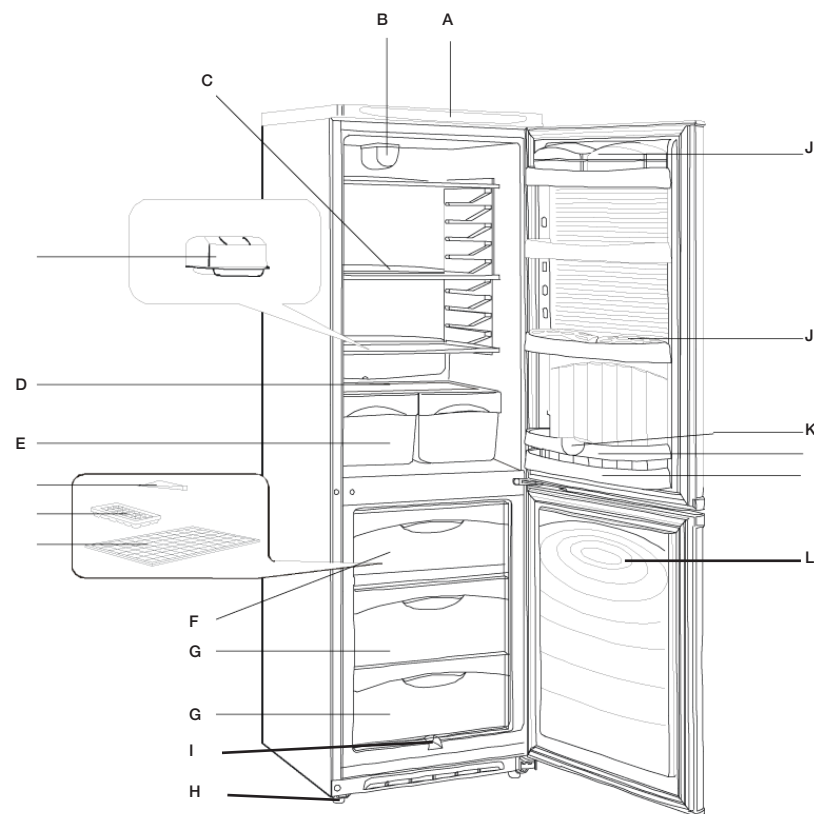
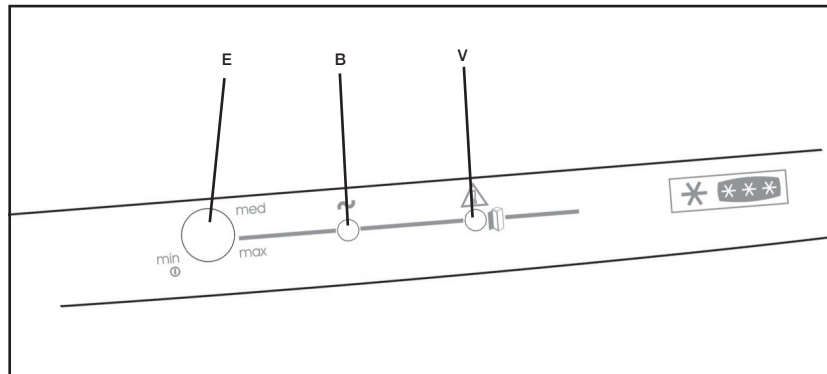

fig. 1
fig. 2
- Voor de aansluiting van het apparaat controleren of de spanning ter plaatse overeenkomt met de spanning op het typeplaatje links naast de groentelade (fig. 1:E).
- Stel het apparaat waterpas met de stelpoten (fig. 1:H) Dit is belangrijk om *klemmen* van deuren te voorkomen.
- Zorg dat er tijdens het schoonmaken geen water in de dooiwaterafvoergoot (fig. 1:I) komt en controleer het regelmatig op verstoppingen.
Controleer of de stekker in een wandcontactdoos zit. Met de thermostaat **E** regelt u de temperatuur (van **min** tot **max**, waarbij **min** uit is) van het apparaat. Tevens zet u hiermee het apparaat aan of uit. Draai knop **E** (fig. 2:E), van de minstand naar bijv. stand med. Koel- en vriesruimte gaan daarna automatisch aan. Controlelampje **B** (fig. 2) zal branden. De verlichting in de koelruimte (fig. 1:B) gaat branden na het openen van de koeldeur.
Bij hardnekkige ijsvorming kunt u de thermostaat (fig. 2:E) **tijdelijk** op een *lagere* stand instellen, maar vergeet niet de normale bewaarstand naderhand weer in te stellen.
- Draai de thermostaatknop E (fig. 2) op de min stand (uit) en haal de stekker uit de wandcontactdoos.